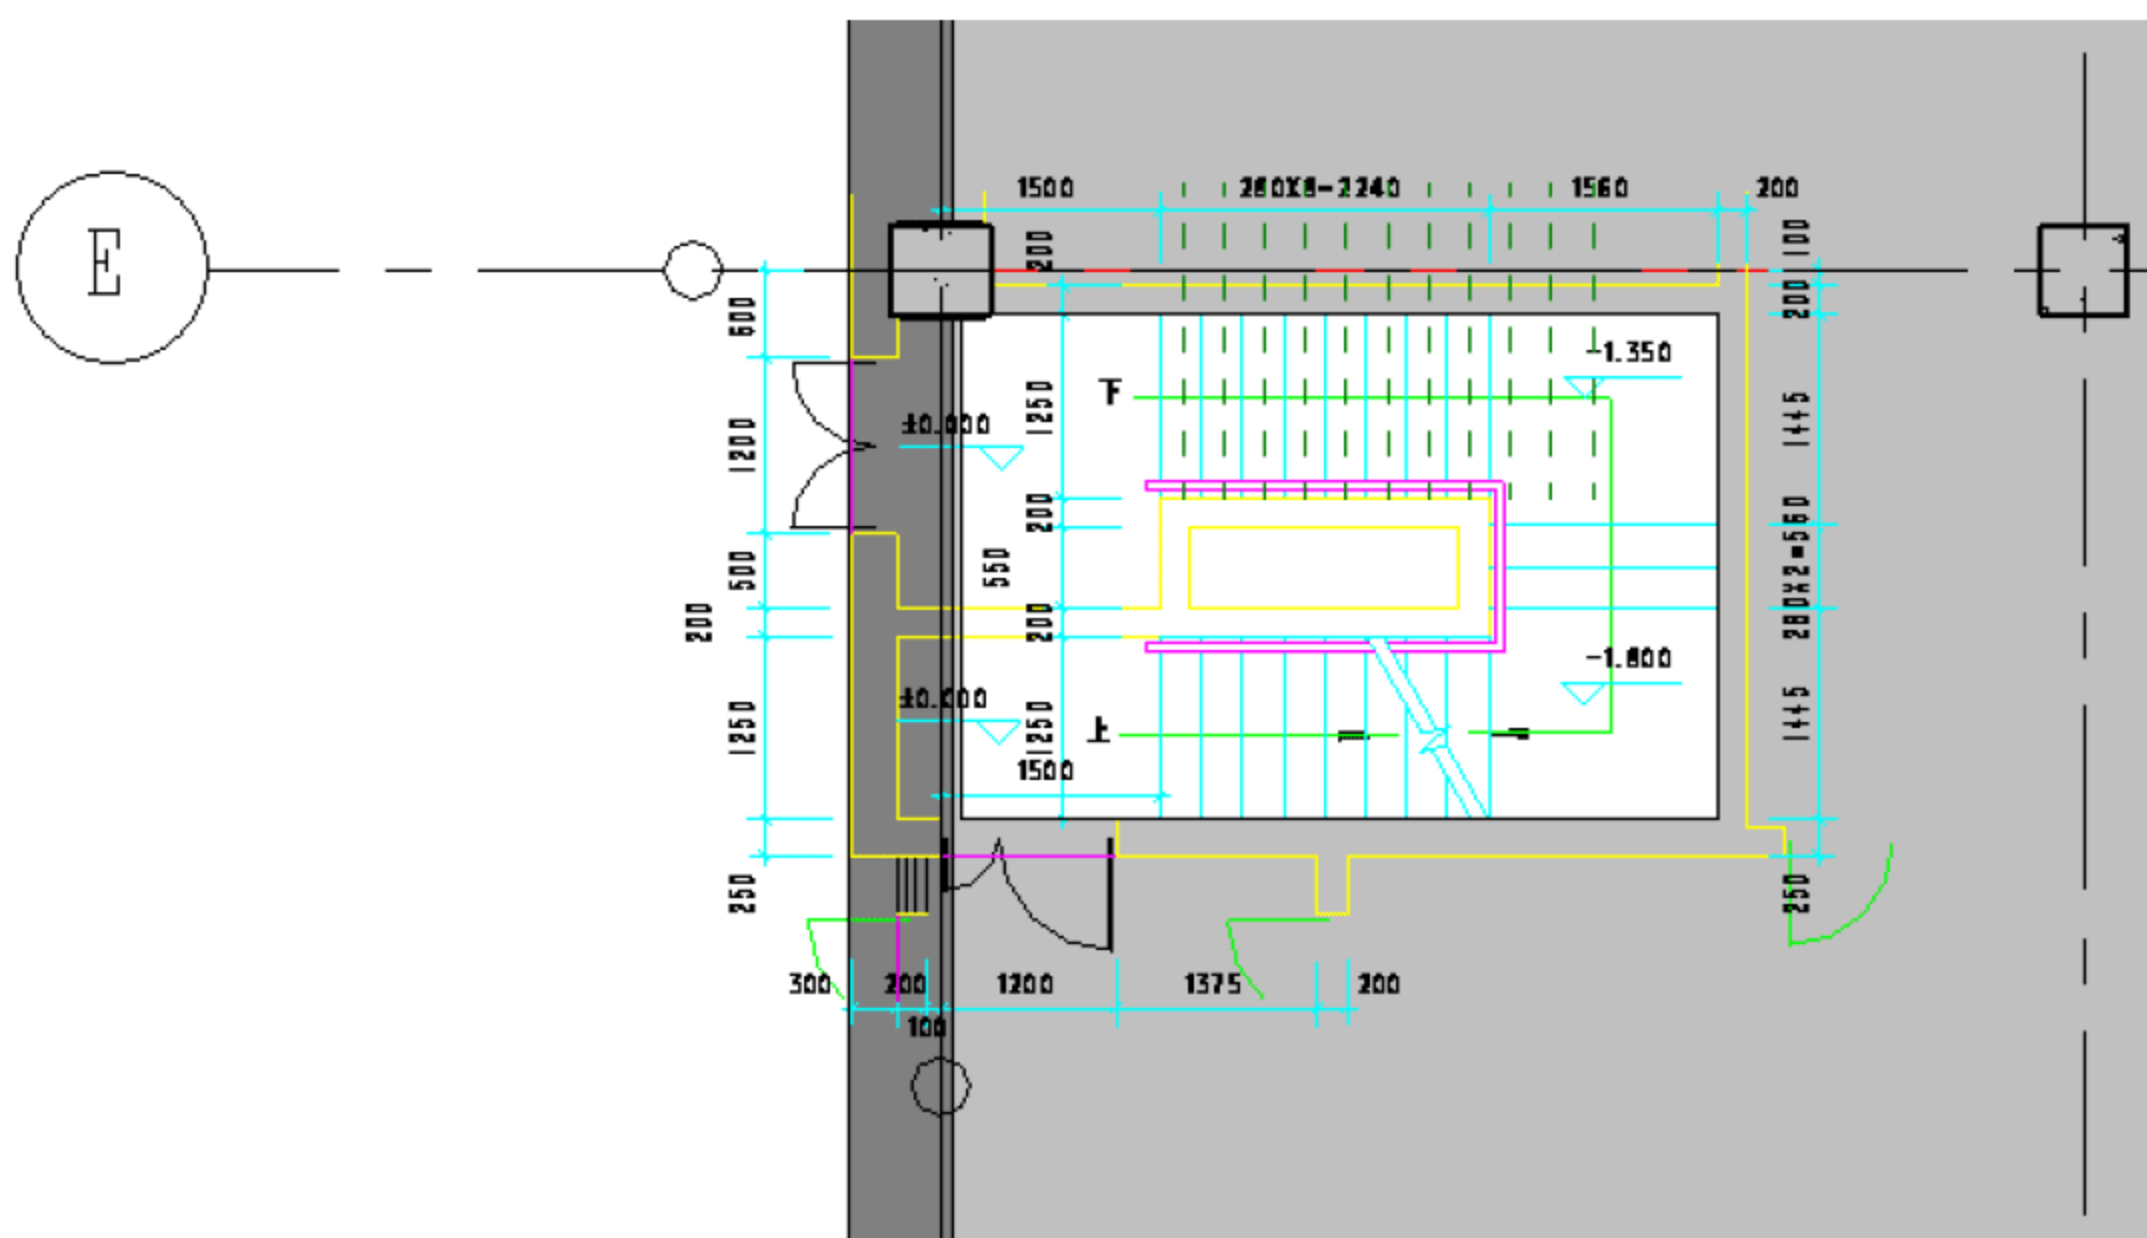

图 11.2.39 CAD 底图导入效果图
(6) 对齐 CAD 底图。将导入的 CAD 底图对齐原结构，步骤同第 (3) 步，对齐后效果如图 11.2.39 所示。
(7) 绘制其他竖直参照平面。按快捷键 R+P 绘制参照平面，与最右边楼梯线对齐绘制一条参照平面线。绘制完成后，选择参照平面线，按快捷键 A+R 阵列参照平面，在选项栏中不选择“成组并关联”复选框，“项目数”设置为“9”个单位，“移动到”选择“第二个”